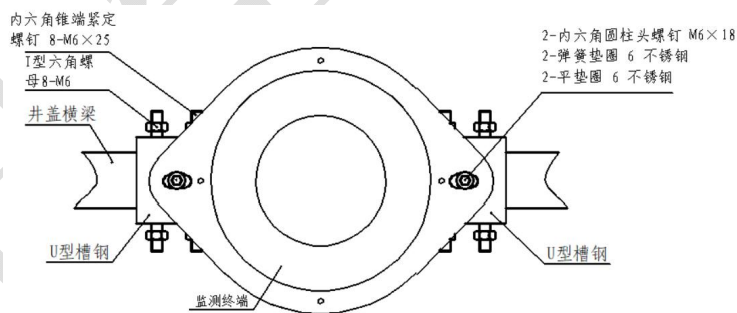

图 8 非金属复合材料井盖监测终端安装示意图 (安装附件 CS-iTWM-08-A02)
4) 将终端按照如图 8 所示方向安装于固定好的 U 型槽钢上，左边 U 型槽钢上的长条形垫片可以对其孔位进行调整。